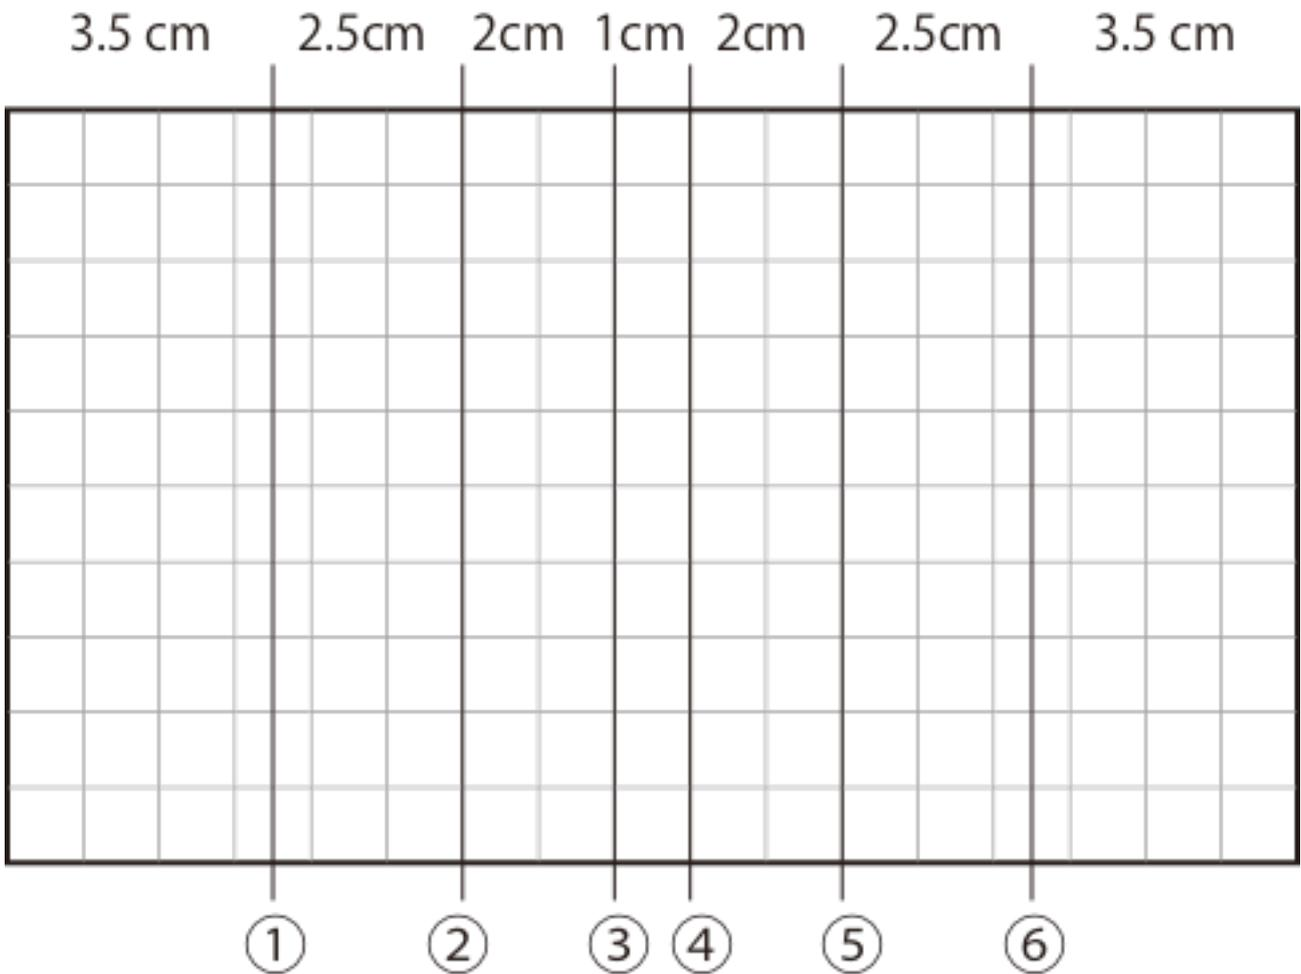

図3 工作用紙につける線の位置。工作用紙をこの上において線を書きます。(実寸)
2) 17cm に切った工作用紙を図3 の枠の上に置いて、①から⑥まで鉛筆と定規を使って線を書きます。さらにその上から目打ちで線をなぞり、折り筋をつけます。